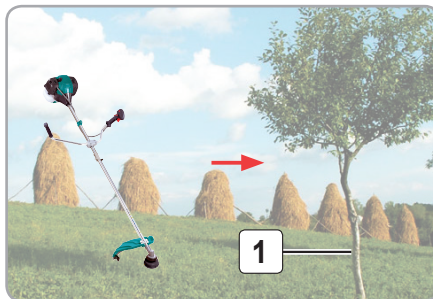

Fig.13
- Înainte să începeți să cosiți fixați-vă un punct de reper (1) orientativ către care urmează să vă deplasați. Cosirea se poate face prin orientarea mânerelor consecutiv către dreapta sau stânga în funcție de modul propriu de cosit. Fig. 13